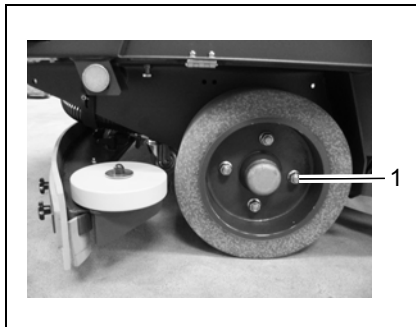

Abb. 37
- Die Radmutter der Hinterräder (Abb. 37/1) sind erstmals nach 100 Betriebsstunden zu kontrollieren, da-
die Radmutter (Abb. 37/1)
- Radmutter (Abb. 37/1) abdrehen.
- Radmutter (Abb. 37/1) aufdrehen